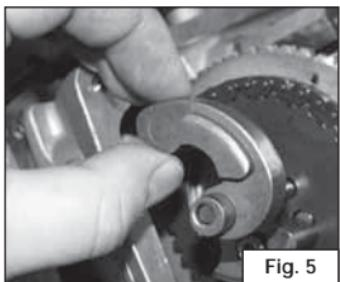

Fig. 5
- Remove the relief valve mass (**Fig. 5**).
- Estrarre la massa alzavalvola (Fig. 5).
- Enlever la masse ouvre soupape (Fig. 5).